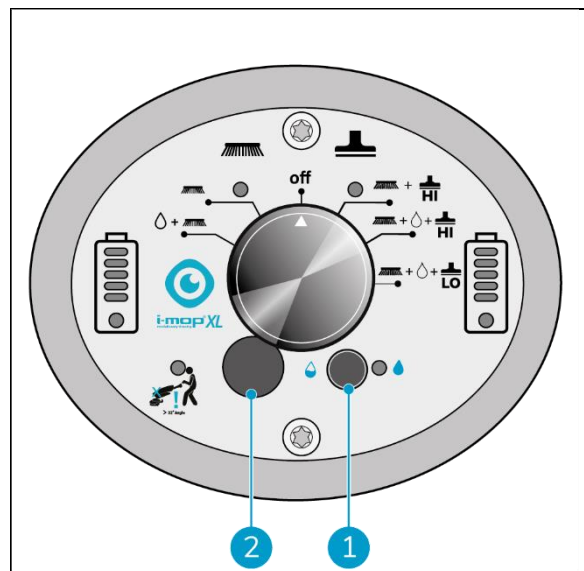

Figura 24
1. Active el modo ECO pulsando el botón ECO después de seleccionar el modo de limpieza (Figura 24, pos. 1).